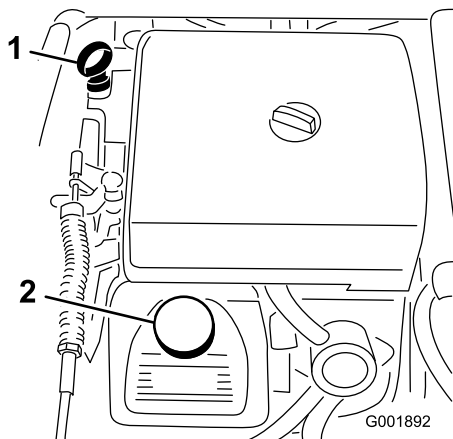

図 21
2. ディップスティックを抜き、ウェスで一度きれいに拭く(図 21)。ディップスティックを、チューブの根元までもう一度しっかりと差し込む。ディップスティックを引き抜いて油量を点検する。
3. 油量が少なければ、バルブ・カバーの上についている補給口(図 21)を開け、ディップスティックの Full マークまでオイルを補給する；オイルの種類や粘度の選択については「エンジンの保守」の章の「エンジン・オイルについて」を参照。補給するときは、ディップスティックで確認しながら少量ずつ入れてください。入れすぎないように注意してください。